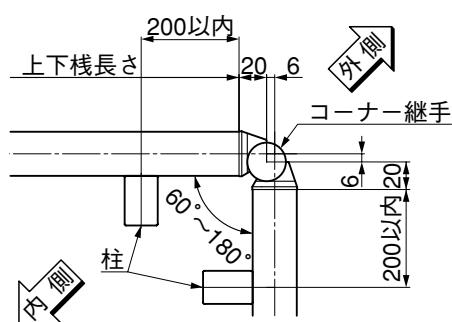

図2-2
- コーナー部には風が集中するため、必ず柱を2本建施工してください。（図2-2参照）